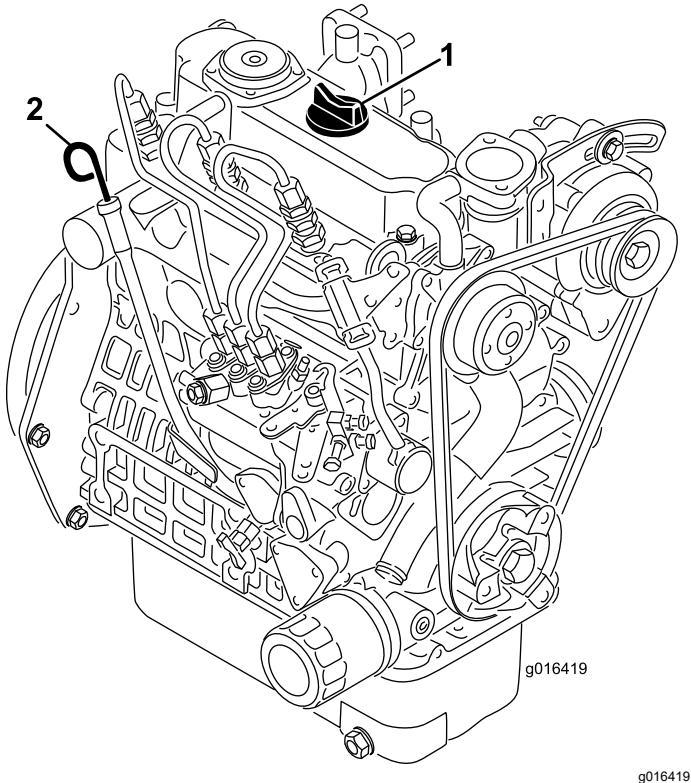

Figura 32
- Retire a vareta e limpe-a com um pano limpo (Figura 32).